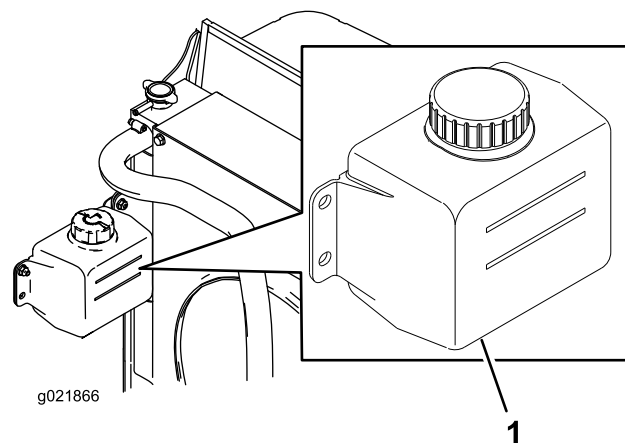

Figure 78
1. Vérifiez le niveau du liquide de refroidissement dans le vase d'expansion (Figure 78).